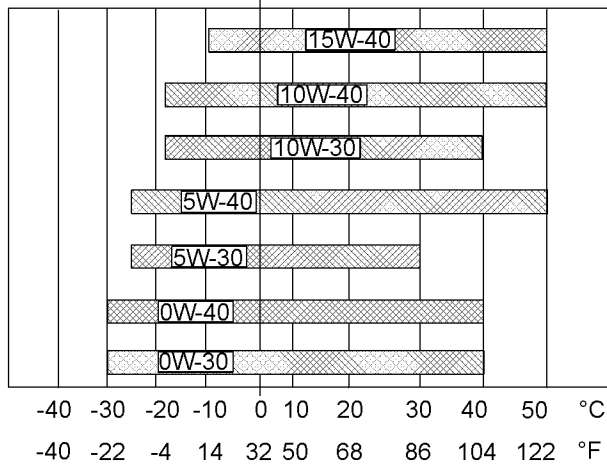

图 46
请参阅图 46 (最低温度) 以确定发动机冷起动时所需要的机油粘度。
请参阅图 46 (最高温度) 以选择发动机在预期的最高环境温度下运行时所需要的机油粘度。
- 请参阅适用的“机油粘度”。为找到适合您的发动机的机油粘度等级，请参阅图 46。